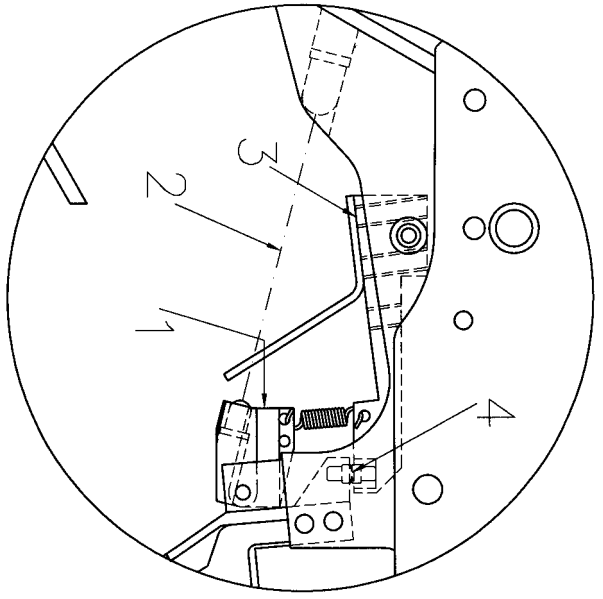

FIG. 3
3.3 Refermer l'obturateur (2) **complètement** au moyen du levier d'armement (1) en faisant **attention à ce que le doigt utilisé pour la languette de détente ne soit pas dans le rayon d'action du capteur optique (Fig. 3 détail 2)**. Le non respect de cette mesure de sécurité pourrait occasionner le départ involontaire du coup. Etant donné la sensibilité de réglage du décrochage, de minimes vibrations en phase de fermeture de l'obturateur peuvent déclencher le fonctionnement du système électronique. A titre préventif, il est conseillé d'éteindre l'électronique pendant le chargement.
3.4 Presser la languette de détente **en s'assurant que le doigt soit bien dans le champ d'action du capteur optique (Fig. 3 détail 2)**.
4. Réglage de la détente (Fig. 3)
6.3 Autour des contacts de la détente (*Fig. 3 position 4*) et des capteurs optiques, de la poussière peut se déposer. Elle peut être facilement enlevée en utilisant un jet d'air sec.